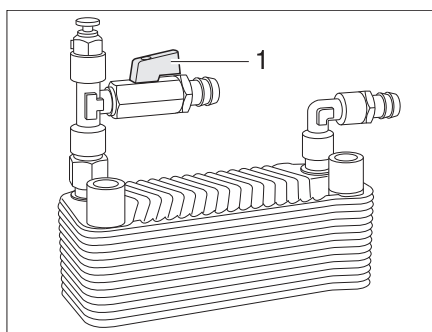

Fig. 329 Scambiatore di calore Alde
- Posizionare la maniglia (Fig. 329,1) del rubinetto di chiusura parallelamente alla tubazione.
- Posizionare la maniglia (Fig. 329,1) del rubinetto di chiusura verticalmente rispetto alla tubazione.